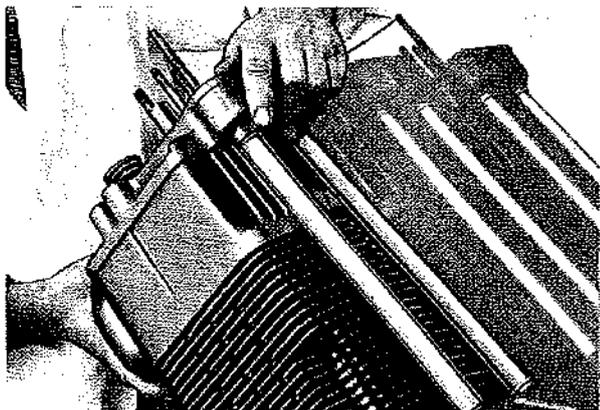

Fig. 12
- Togliere tubi lubrificazione olio e smontare la testa (Fig. 12).